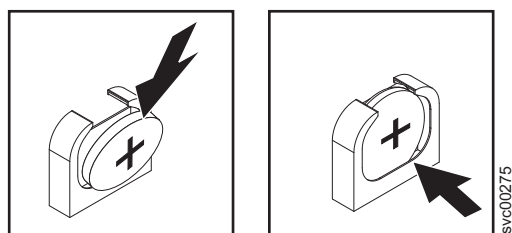

図 134. SAN ボリューム・コントローラー 2145-DH8 CMOS バッテリー・ホルダー
- b. バッテリーを、所定の位置にカチッと音を立てて収まるまで、横方向に押してソケットにはめ込みます。図 134 に示すように、バッテリー・クリップがバッテリーを確実に保持するようにします。